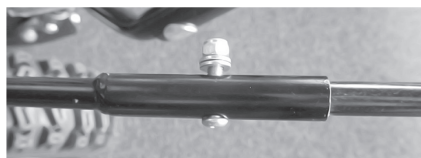

Рис.6
- Соедините обе части рычага поворота желоба и зафиксируйте болтом с гайкой Рис.6.